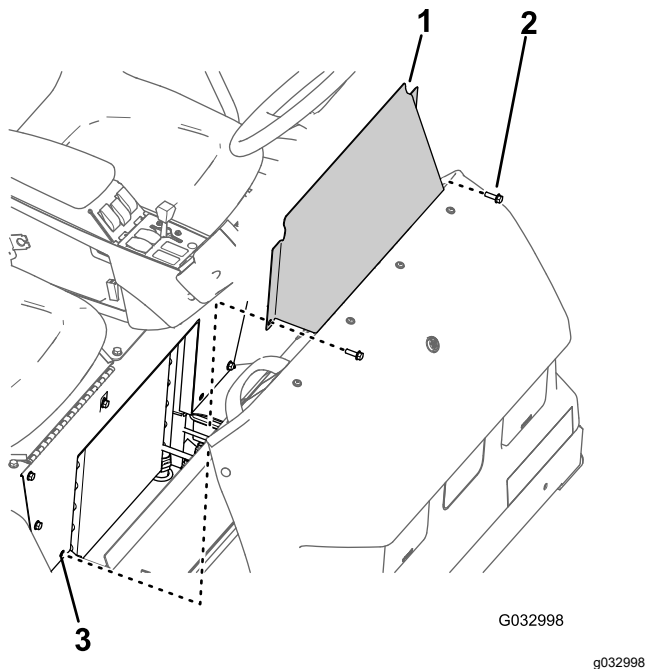

Рисунок 66
- Выверните два болта с фланцем, которые крепят панель доступа к основанию сиденья (Рисунок 66).
- Снимите панель доступа к основанию сиденья с машины (Рисунок 66).
- Совместите отверстия в панели доступа к основанию сиденья с отверстиями в основании сиденья (Рисунок 66).
- Прикрепите панель доступа к основанию сиденья с помощью двух болтов с фланцем (Рисунок 66), снятыми при выполнении пункта 1 раздела Демонтаж панели доступа к основанию сиденья (страница 63).